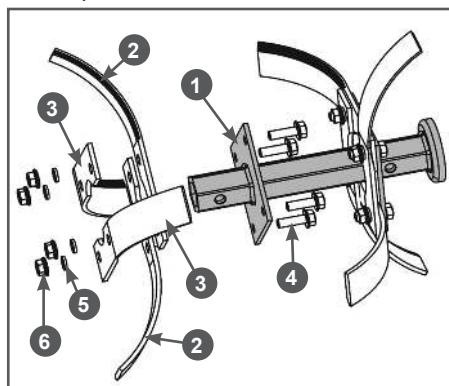

Рис. 7 Установка ножей на внутренний фланец основной секции оси фрезы
2.3 Установите ножи на внешний (со стороны редуктора) фланец 1 основной (длинной) секции оси (Рис. 7).
Со стороны уже собранной на внутреннем фланце группы ножей вставьте в отверстия во внешнем фланце 1 оси болты 4, далее в соответствии с рисунком 7 на внешний фланец 1 оси с внешней его стороны установите правые ножи 2 (имеющие изгиб в сторону от редуктора). После этого установите левые ножи 3 (имеющие изгиб к редуктору) как показано на Рис. 7, затем установите пружинные шайбы 5 и закрутите гайки 6 (Рис. 7). Затяните все резьбовые соединения.